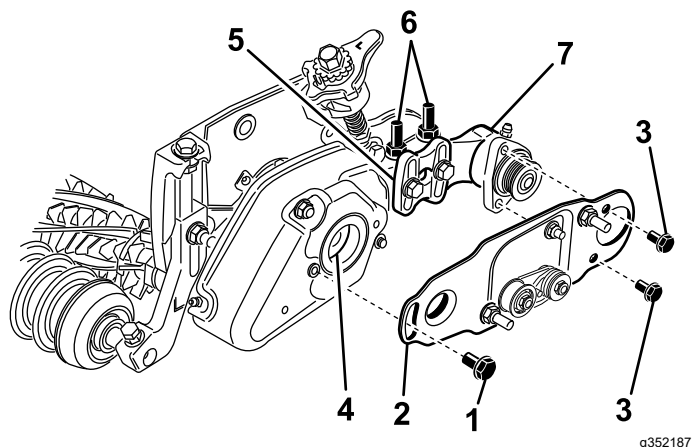

Figure 27
12. Desserrez, mais ne retirez pas, les boulons qui fixent le logement de roulement de la brosse de rouleau au support de montage de la brosse de rouleau (Figure 27).
13. Montez la plaque de pivotement de la brosse de rouleau (Figure 27). Assurez-vous que la bague du logement de roulement reste bien en place sur le couvercle du groomer lorsque vous insérez la protubérance de la plaque de pivotement à l'intérieur.
14. Appliquez du Loctite 242 (bleu) sur les 2 boulons (5/16" x 5/8") et utilisez ceux-ci pour fixer la plaque de brosse au logement de roulement de la brosse de rouleau (Figure 27). Serrez les boulons à un couple de 20 à 25 N·m.
- Desserrez les 2 contre-écrous à embase qui fixent le support de montage de la brosse de rouleau à la plaque latérale de l'unité de coupe (Figure 27).
- Tournez le logement de roulement de la brosse de rouleau jusqu'à ce que la plaque de la brosse soit parallèle à la plaque latérale de l'unité de coupe (Figure 27).
- Serrez les 2 contre-écrous à embase qui fixent le support de montage de la brosse de rouleau à la plaque latérale de l'unité de coupe (Figure 27).
19. Appliquez du Loctite 242 (bleu) sur le boulon à épaulement (Figure 27). Fixez la plaque de brosse au couvercle du groomer avec le boulon à épaulement. (Figure 27). Serrez le boulon à un couple de 20 à 25 N·m.